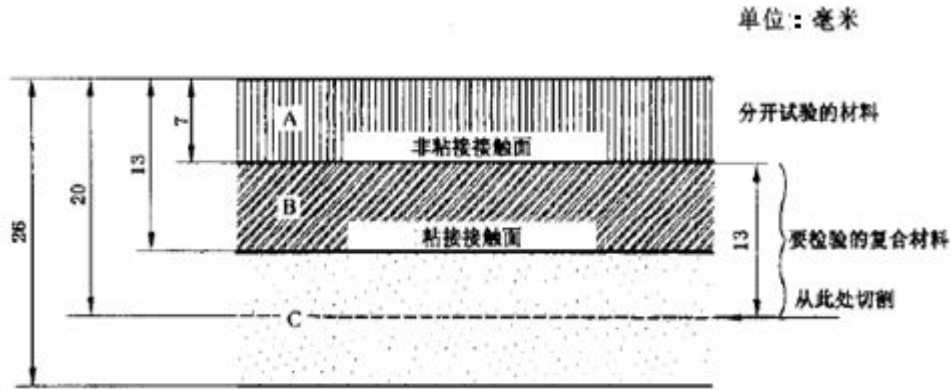

图 7 取样示例
h) 托材料是由若干层叠合而成，但又不属于层积复合材料，则应按材料层的不同状态分别取样测试，取样示例如图7。
如图7所示，材料A与材料B时间分界面未粘接，材料A单独进行试验，材料B在厚度13mm以内，且与材料C紧密结合，所以材料B、C应作为层积复合材料，切取13mm进行试验。